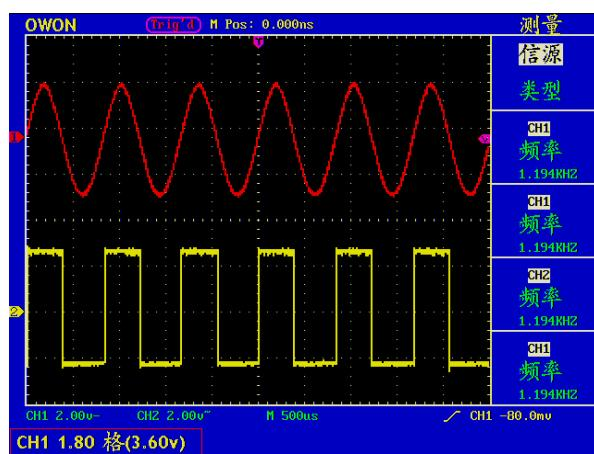

图 25: 垂直位置信息
3. 调整通道波形的垂直位置时，屏幕在左下角显示垂直位置信息。见图25.